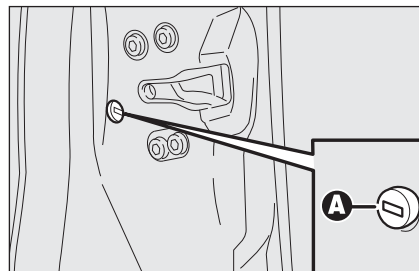

fig. 92
- ☐ inserire l'inserto metallico della chiave elettronica nella sede **A-fig. 92**;
- ☐ togliere la chiave dalla sede **A-fig. 92** e successivamente riposizionare il tappo di protezione sulla porta.